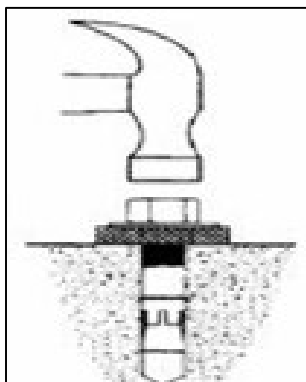

Рис. 19
- Анкерный болт требуется установить в отверстие с использованием легкого молотка (без дюбеля, дюбель следует установить после выравнивания платформ) (**рис. 19**).